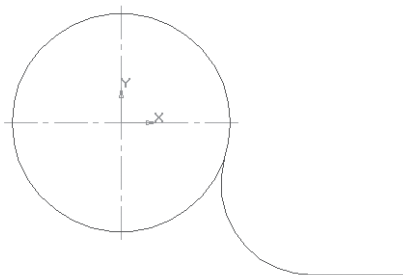

Рис. 96
- укажите два объекта, между которыми нужно построить скругление (отрезок и часть окружности с правой стороны от вертикальной оси симметрии) – рис. 96.